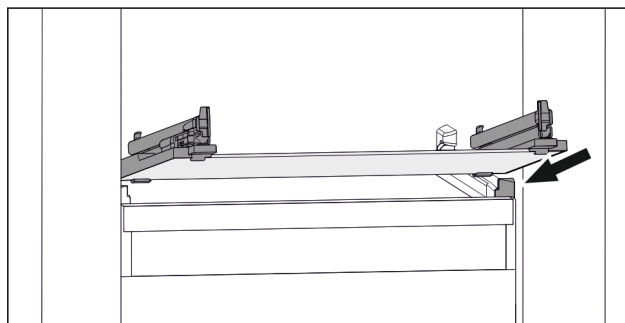

Fig. 83 Eksempel på fremstilling av glassplaten
- Sett glassplaten på skrå bak stopperne. (se Fig. 83)